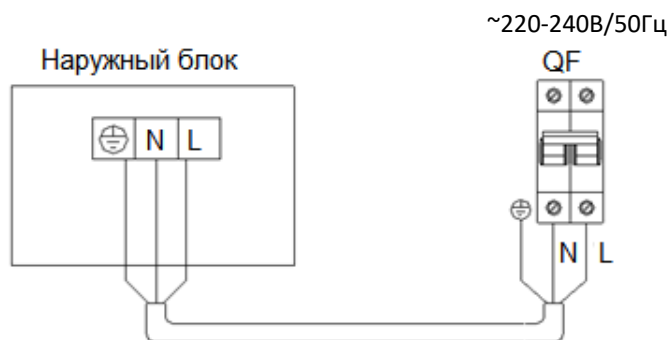

Рис.2.8
- **Схема подключения наружных блоков к сети электропитания 220В (рис.2.8)**